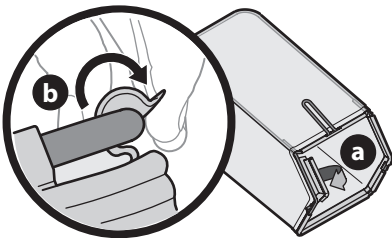

Figura 11
1. Para montar el colector de césped, proceda de la siguiente manera (Figura 11).